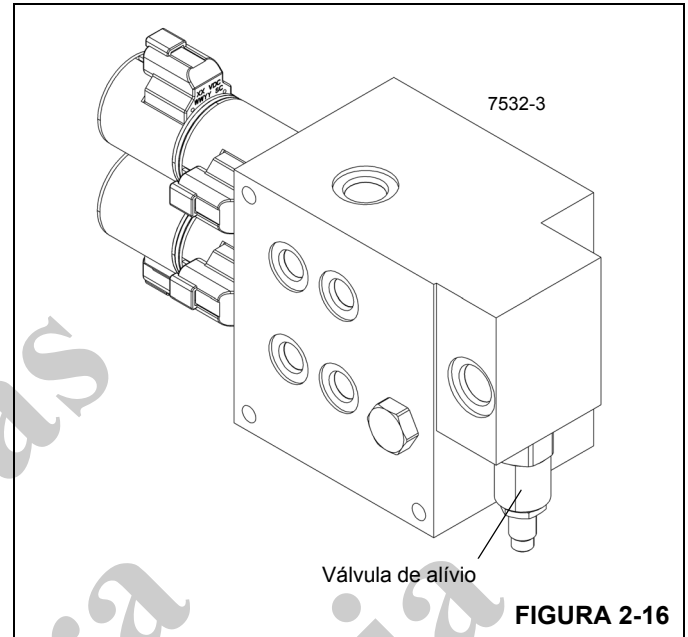

FIGURA 2-16
2. Com o motor na rotação máxima, retraia o cilindro do contrapeso e ajuste a válvula de alívio na válvula do contrapeso Figura 2-16 para 1750 psi ± 50 (12,1 MPa ± 0,4);